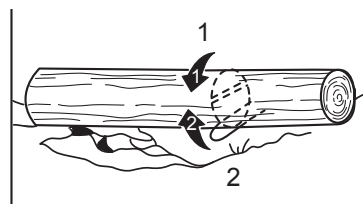

FIG. 6
3. Tronco sostenuto da entrambe le estremità: Tagliare prima dall'alto per 1/3 di tronco e poi dal basso verso l'alto fino a congiungersi con il taglio precedente. (fig.6).